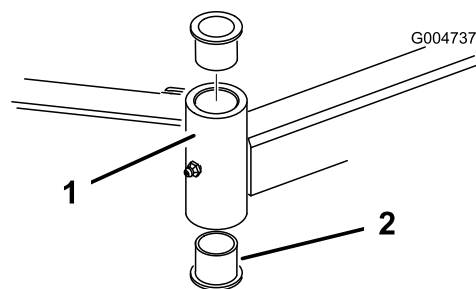

Figura 77
4. Introduza um punção para cavilhas na zona superior ou inferior do tubo de montagem e retire o casquilho para fora do tubo (Figura 77). Retire igualmente o outro casquilho do tubo. Limpe o interior dos tubos para remover a sujidade.